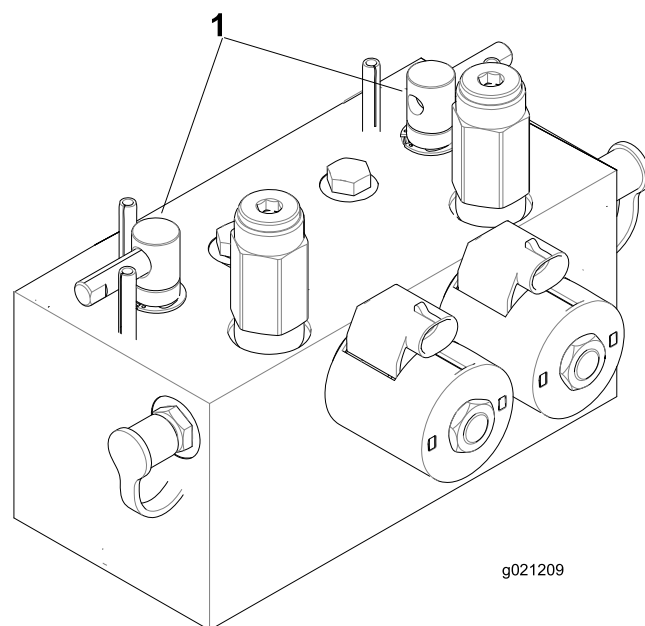

Figure 107
2. Déverrouillez le capot et soulevez-le pour exposer les leviers de rodage (Figure 107).
5. Sélectionnez les leviers de rodage avant, arrière ou les deux pour déterminer les tabliers qui doivent être rodés (Figure 107).